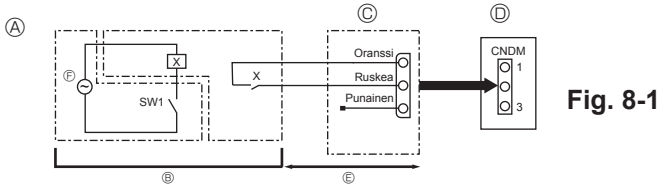

Fig. 8-1
8.1. Hiljainen käyttötila (muutostyö paikan päällä) (Fig. 8-1)